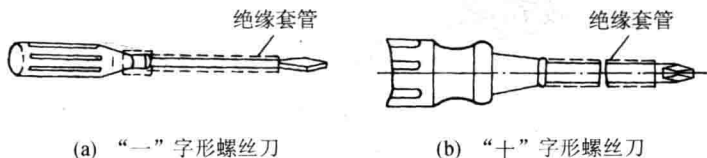

图 1-6 螺丝刀
(3) 螺丝刀。螺丝刀又称起子,是用于紧固或拆卸螺钉的专用工具,按头部形状不同一般可分为“一”字形和“十”字形 2 种,如图 1-6 所示。